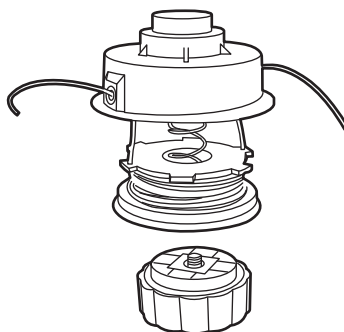

Fig. 16b
- > Tordez légèrement la bobine (22b) pour ouvrir le boîtier de la tête de coupe. Le couvercle et la bobine sont éjectés (fig. 16b).